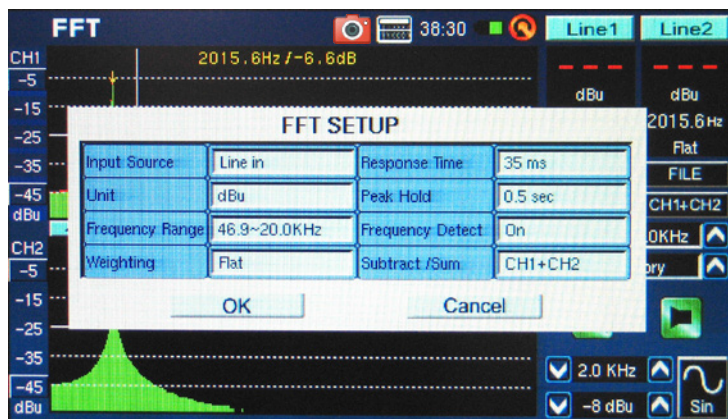

figure 33
3. FFTのウェイトを設定します。多くの用途で一般的なウェイトはフラットです。(ウェイトなし) (図33)
4. 応答時間を設定し、ピークホールド、周波数検出を必要に応じてOn/OFFします。(図33)